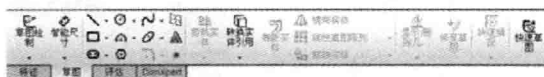

图 1-8 Command Manager 工具栏
2) Command Manager 是一个上下文相关工具栏, 它可以根据要使用的工具栏进行动态更新, 默认情况下, 它根据文档类型嵌入相应的工具栏。Command Manager 下面有 4 个不同的选项卡: 【特征】、【草图】、【评估】和【DimXpert】, 如图 1-8 所示。